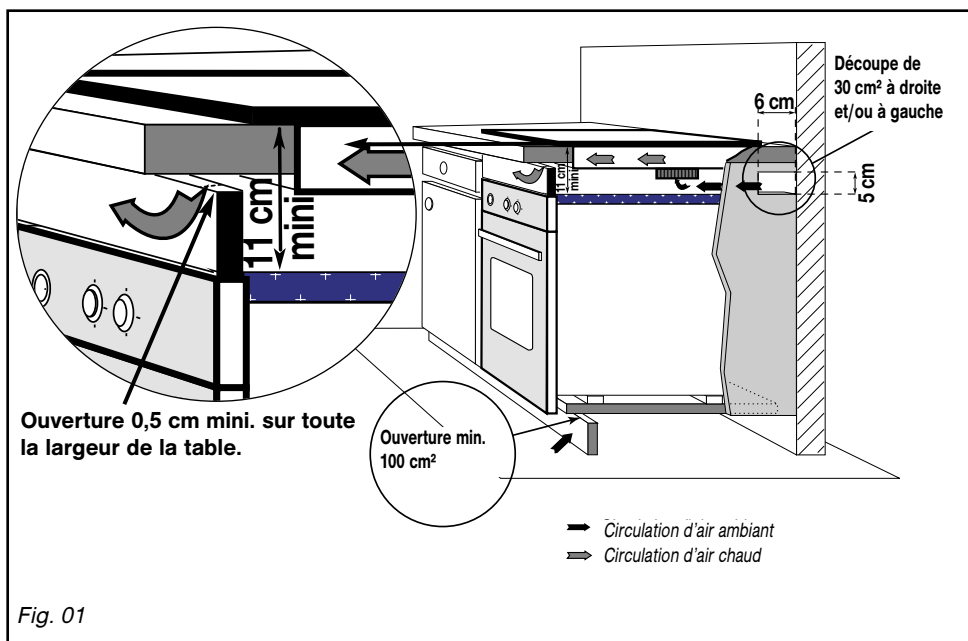

Fig. 01
– **Au-dessus d'un four (Fig. 01)**